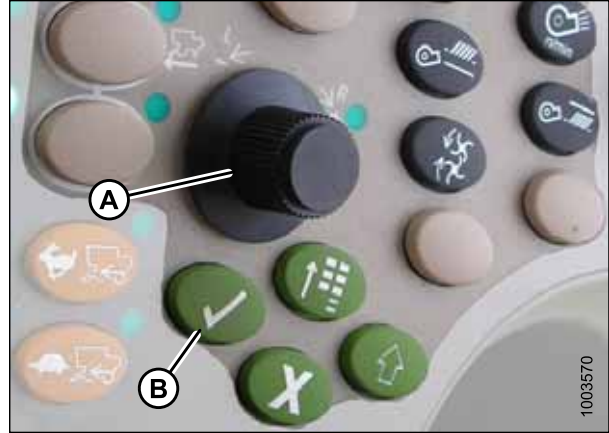

Figura 3.334: Consola de control de la cosechadora John Deere
7. Seleccione PLATAFORMA en el recuadro (A) al desplazarse hacia abajo hasta el recuadro con la perilla de desplazamiento, y luego presionar el botón de marca de verificación (la perilla y el botón se muestran en la Figura 3.334, página 224).
8. Desplácese hacia abajo al ícono inferior derecho que se asemeja a una flecha en un diamante (B) y presione el botón de marca de verificación para seleccionarlo.